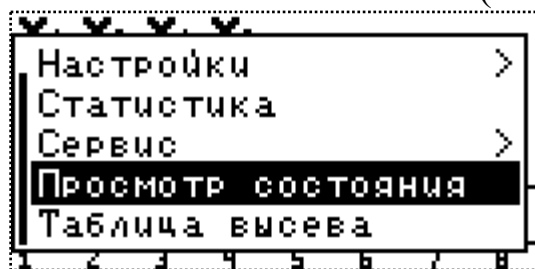
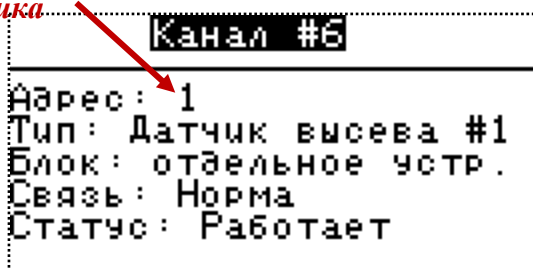

Рисунок 27
Рисунок 28
7. Убедиться в нормальной работе датчика. Для этого нужно, находясь на главном экране, открыть главное меню нажатием кнопки «**Меню**». Кнопками «**Вверх**» и «**Вниз**» выбрать пункт меню «**Просмотр состояния**» (см. «Рисунок 27») и нажать «**Меню**». В появившемся окне кнопками «**Плюс**» и «**Минус**» выбрать текущий программный адрес датчика (см. «Рисунок 28») и проверить, что в поле «**Статус**» указано значение «**Работает**» (см. «Рисунок 28»).